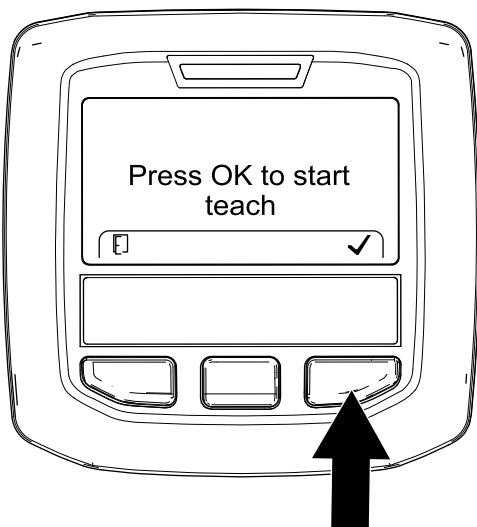

Figura 67
5. En la pantalla Press OK to Start Teach (Pulse Ok para iniciar la enseñanza) (Figura 67), pulse el botón derecho del InfoCenter.